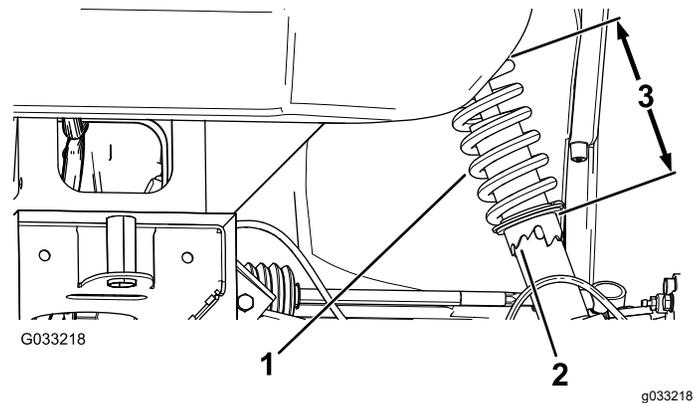

Bild 42
2. Wenn der Radsturz nicht richtig eingestellt ist, drehen Sie den Stellring am Stoßdämpfer mit einem Gabelschlüssel, um das Rad einzustellen (Bild 42).